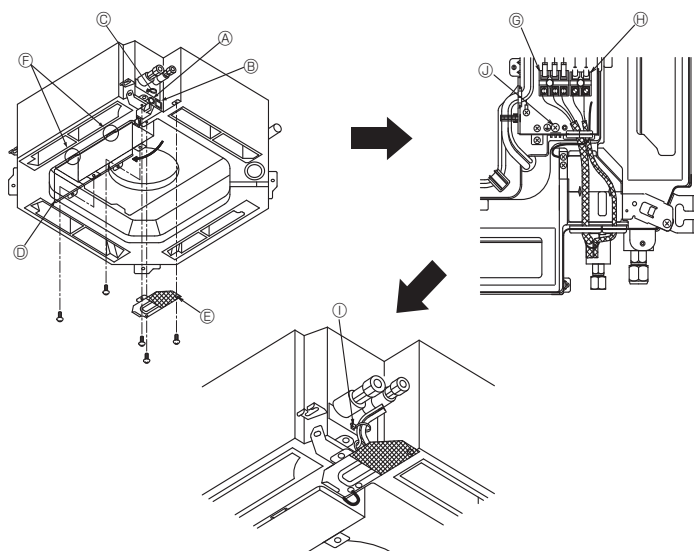

Fig. 6-1
6.1. Indendørs enhed (Fig. 6-1)